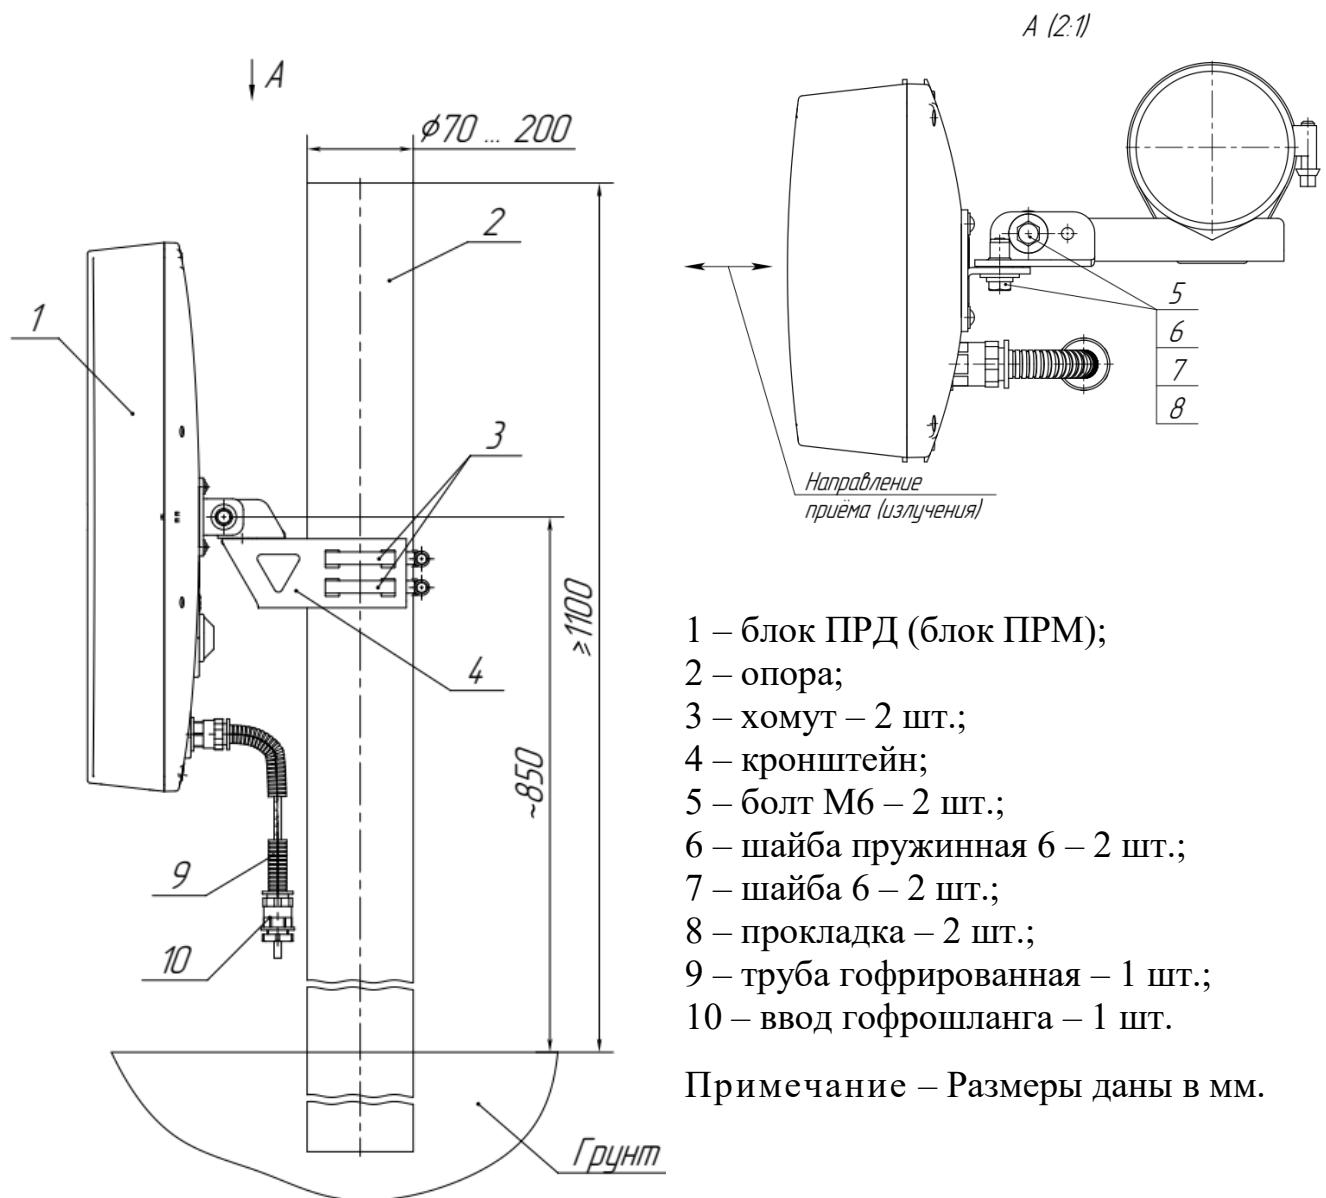

Рисунок 2.5 – Установка блока ПРД (блока ПРМ) извещателей «ФОРТЕЗА-М300-Bluetooth», «ФОРТЕЗА-М500-Bluetooth» на опоре
2.3.4.3 Установка блока ПРД (блока ПРМ) на кронштейне поз.4 (рисунок 2.5), состоящего из швеллера 2 и уголка 3, показана на рисунке 2.6.
- ослабить болты поз.5 (рисунок 2.5) блока ПРД и блока ПРМ извещателей «ФОРТЕЗА-M300-Bluetooth», «ФОРТЕЗА-M500-Bluetooth»;
2.3.8.6.11 Затянуть винты поз.7 и поз.8 извещателей «ФОРТЕЗА-М50-Bluetooth», «ФОРТЕЗА-М200-Bluetooth» (см. рисунок 2.4); затянуть болты поз.5 извещателей «ФОРТЕЗА-М500-Bluetooth» (см. рисунок 2.5).